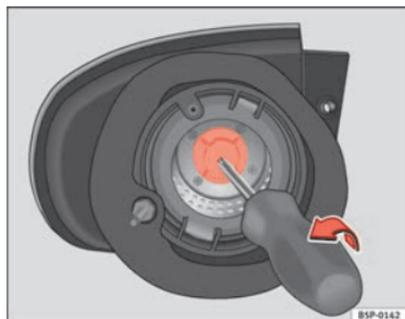

Fig. 199 Indicatore di direzione
- Estrarre il portalampade dell'indicatore di direzione con l'aiuto di un cacciavite seguendo il senso della freccia ⇒ fig. 199